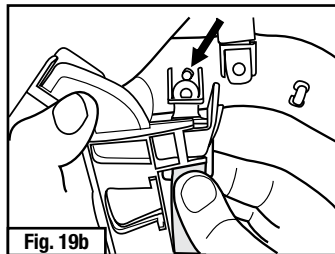

Fig. 19b
2. Installer la mentonnière en insérant les pinces de la mentonnière dans les points de fixation sur la coiffe, conformément à la Fig. 19b. Presser fermement le trou dans la pince de la mentonnière dans le loquet de la coiffe.